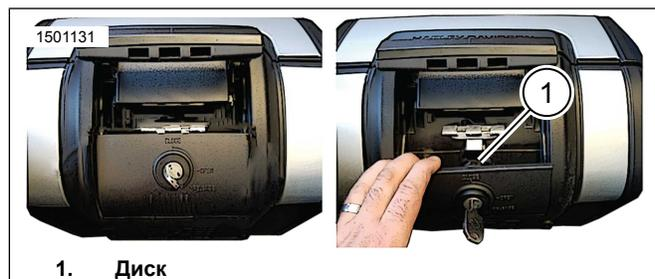

Рисунок 6. Доступ к ротору
- a. Рисунок 6 Потяните рычаг разблокировки, чтобы получить доступ к ротору (1).